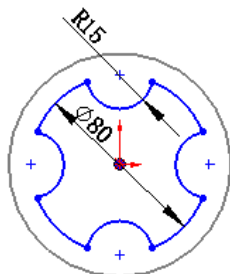

图 2.11.10 删除块实体
下面以图 2.11.10 所示的删除块实体为例，具体讲解块实体的添加/删除的操作过程。
Step6. 单击对话框中的 **✓** 按钮，完成块实体的删除，结果如图 2.11.10 所示。